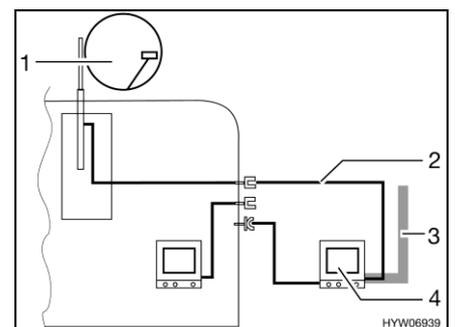

Fig. 132 TV en el área bajo el toldo
- TV en el área bajo el toldo (Fig. 132,4): Conexión a la antena del techo (Fig. 132,1) con el cable de conexión (Fig. 132,2)
- TV en el área bajo el toldo (Fig. 132,4): Conexión a antena externa (Fig. 132,3)